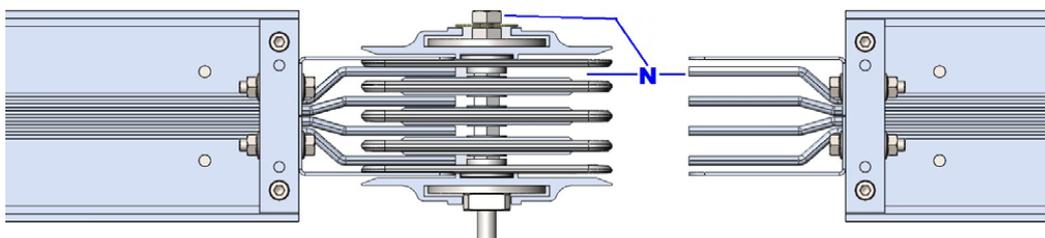

Рисунок 13
6.5 К противоположной стороне соединителя подсоединяйте следующую секцию шинопровода (рисунок 13).